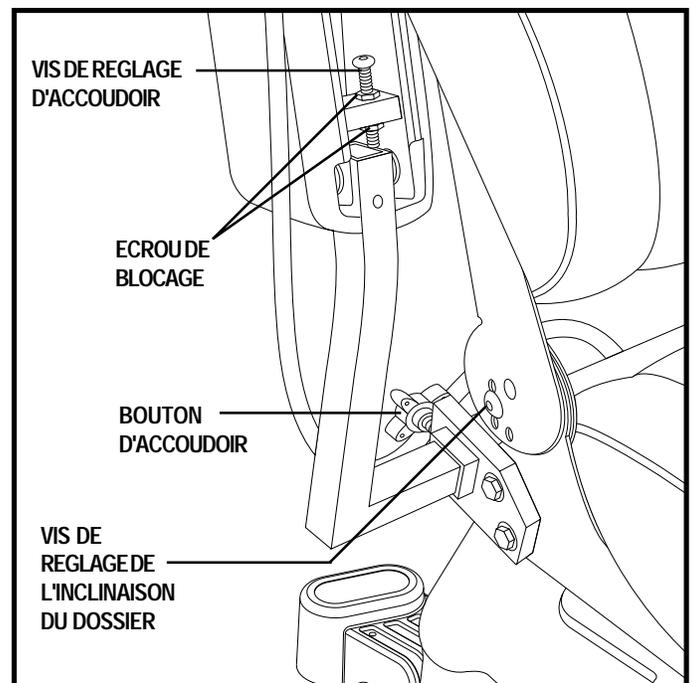

Figure 18. Réglages accoudoirs et dossier
1. Retirez la vis de réglage de l'inclinaison du dossier de chaque charnière. Voir la figure 18.
1. Identifiez les deux boutons de réglages sur le support des accoudoirs. Voir la figure 18.
2. Desserrez les boutons (2).
2. Desserrez l'écrou de verrouillage. Voir la figure 18.
4. Tournez dans le sens des aiguilles d'une montre pour relever le devant de l'accoudoir et dans le sens contraire pour l'abaisser. Voir la figure 18.